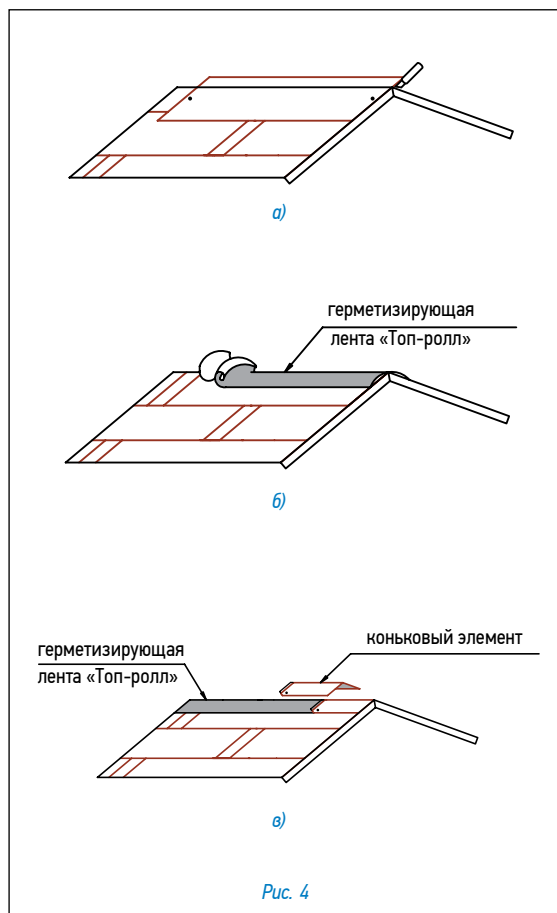

Рис. 4
Конек (рис. 4)
- Верхний ряд черепицы доводится до линии конька (ребра), выступающие части листов обрезаются (рис. 4а);
- линии коньков и ребер герметизируются специальной самоклеящейся лентой «Топ-ролл» (рис. 4б);